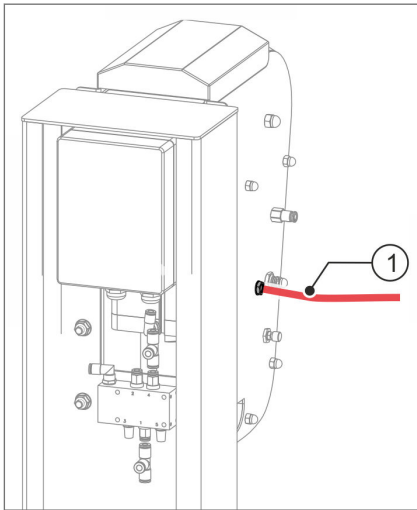

Abb. 32 Spannungsversorgung herstellen
tischen Kronkorkenzuführung (Abb. 32/①) in eine Steckdose. Ver-